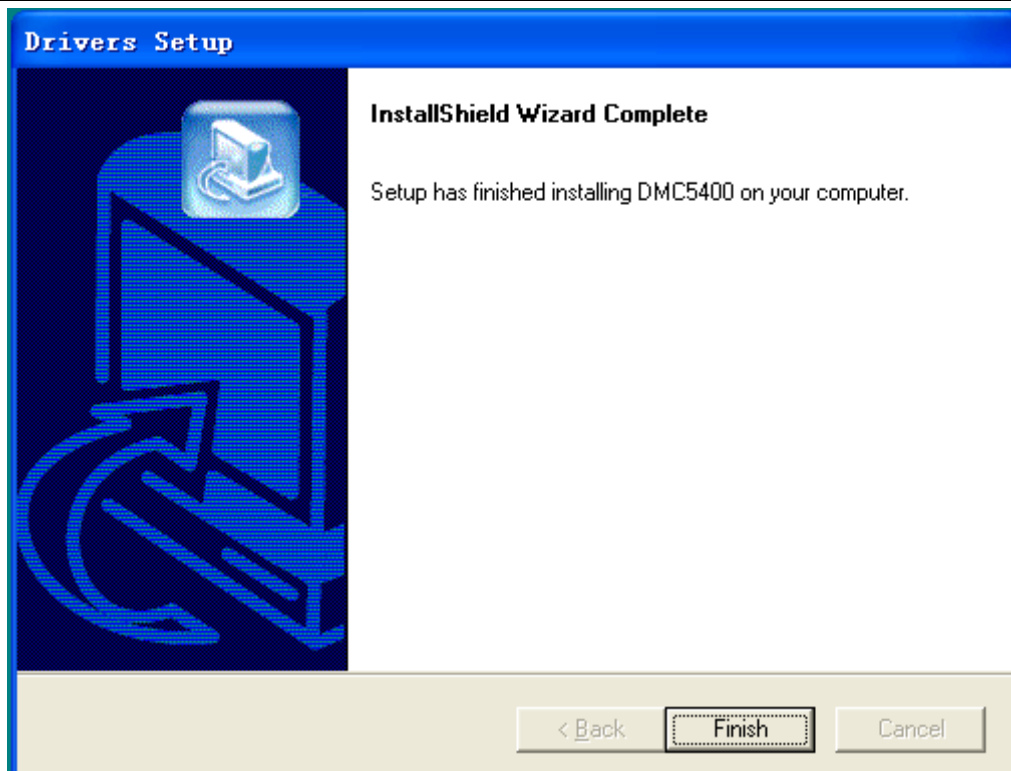

图 5-14 完成 leisai driver 安装
8. 然后再双击光盘中 leisai driver 的安装应用程序 DRIVER，根据指导完成安装，直到完成安装如图 5-14 所示，单击 Finish:
8、安装完成后，显示界面如图 5-14 所示，点击“关闭”；